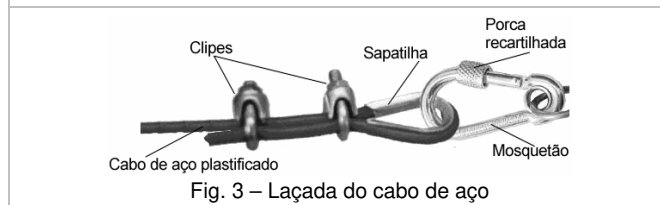

Fig. 3 - Laçada do cabo de aço
- 2.3 Passar o cabo de aço pela alça da alavanca de acionamento da chave, olhais do esticador e mosquetões da mola (nesta ordem), com uma laçada conforme mostrado na fig.3. Dentro da laçada do cabo deve ser colocada a sapatilha para proteger o cabo de aço neste ponto. A laçada é fechada com 2 clips. Deixar frouxos os clips que ficam junto aos olhais das molas tracionadoras para facilitar o ajuste da tensão do cabo (item 2.4). Todos os outros clips devem ficar bem apertados. Engatar o outro mosquetão da mola no parafuso olhal (ponto fixo). Travar o mosquetão rosqueando sua porca recartilhada até o final.